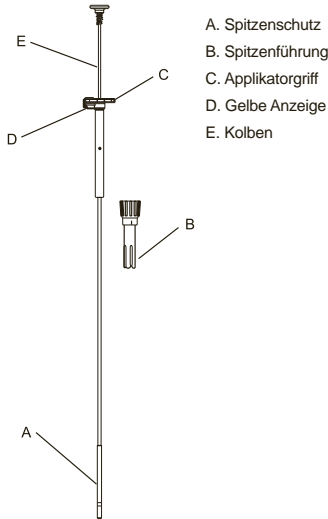

Abbildung 1 – Applikator
- Beim Abgeben der Kissen die ordnungsgemäße Ausrichtung der gelben Anzeige mit dem roten Pfeil der Biopsiesonde wahren (Abbildung 1).
Siehe die Applikatorkizze in Abbildung 1.